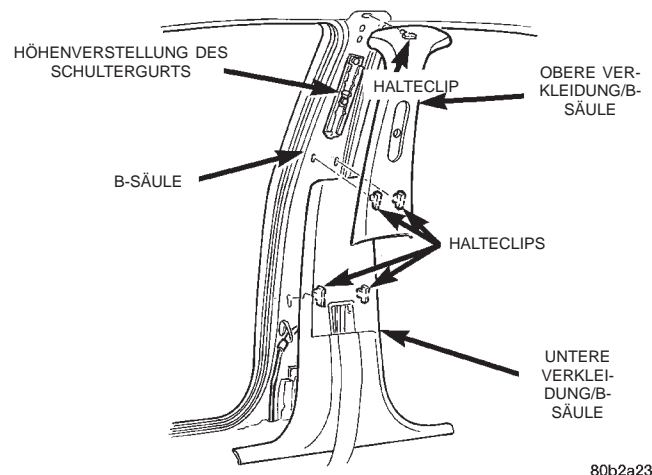

Abb. 3 Untere und obere Verkleidung der B-Säule
- (1) Obere Verkleidung der B-Säule abbauen.
- (2) Schraube lösen, mit der der Sicherheitsgurt im Fußraum unter der B-Säule befestigt ist (Abb. 3).
- (3) Abdeckung der Zugangsöffnung oberhalb der Sicherheitsgurtöffnung an der B-Säulenverkleidung ausbauen.
- (4) Halteclips lösen, mit denen die untere Verkleidung an der B-Säule befestigt ist.
- (5) Sicherheitsgurt durch die Verkleidung der B-Säule führen.
- (6) Verkleidung der B-Säule aus dem Fahrzeug nehmen.
- (3) Umlenkschleufe von der Höhenverstellung lösen.
- (4) Einstellknopf abbauen.
- (5) Halteclips lösen, mit denen die obere Verkleidung der B-Säule befestigt ist (Abb. 3).